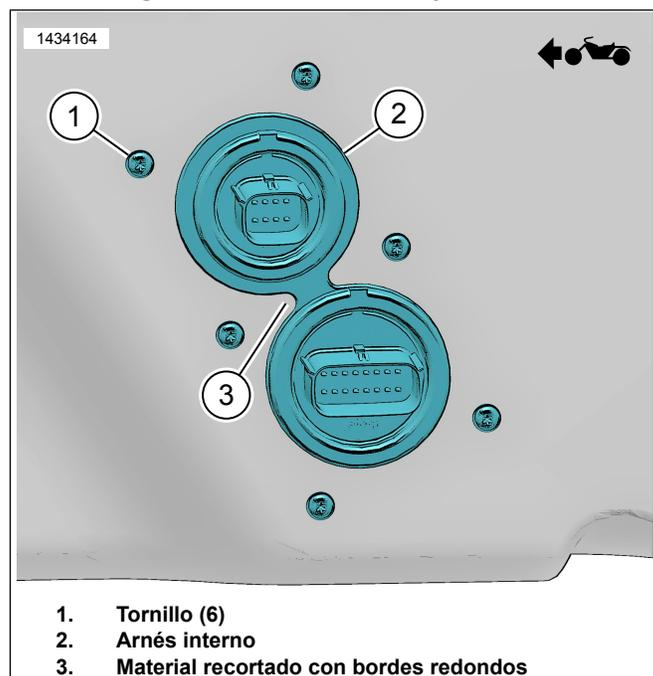

Figura 10. Arnés interior
- d. Consulte la Figura 10. Recorte material para redondear el borde (3).
11. Consulte la Figura 10. Instale el arnés de cables (2).